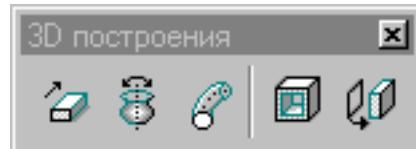

рис. 107
- Поверхность или тело вытягивания формируются путем протягивания или выдавливания плоского элемента - ломаной, кривой, контура, эллипса, В-сплайновой кривой, сложной цепочки или сложного контура. Она размещается в проекте с помощью средства *Создание поверхности вытягивания* из инструментальной панели *3D построения* (рис. 107).
- Поверхность или тело вращения формируются поворотом плоского элемента. Она размещается в проекте с помощью средства *Создание поверхности вращения* из инструментальной панели *3D построения* (рис. 107).
Сложные цепочки и контуры могут протягиваться или вращаться для создания сложных поверхностей. По порядку инструменты в инструментальной панели *3D построения* (рис. 107): создание поверхности вытягивания, создание поверхности вращения, вытягивание тела вдоль линии, пустотелый элемент, утолщение и создание тела.
Из панели пиктограмм *3D основная* (рис. 105) выберите линейку пиктограмм *3D построения* (рис. 107), а в ней пиктограмму *Создание поверхности вращения*. В появившемся диалоговом окне *Создание поверхности вращения* установите параметр Угол равный **180** градусам, поскольку наш переходник симметричен относительно осевой линии.